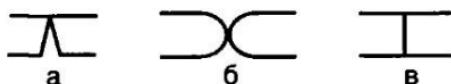

Рис. 22. Замыкание контактов магнитного пускателя:
5.3. Иногда контакты пускателя или контактора подгорают, тогда это может привести к повреждению обмотки электродвигателя. Поскольку на подгоревших контактах происходит эрозия, замыкание их между собой осуществляется не в полной мере, следовательно, плотность тока будет выше номинальной (рис.22). Поврежденные контакты следует заменить.